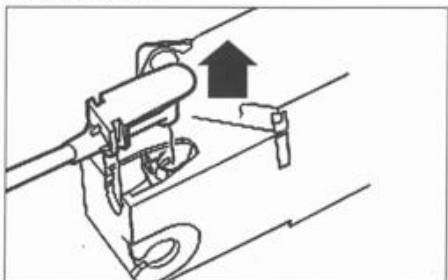

FIG. 62
- Desconectar el cable de empuñadura de apertura interior (fig. 62).